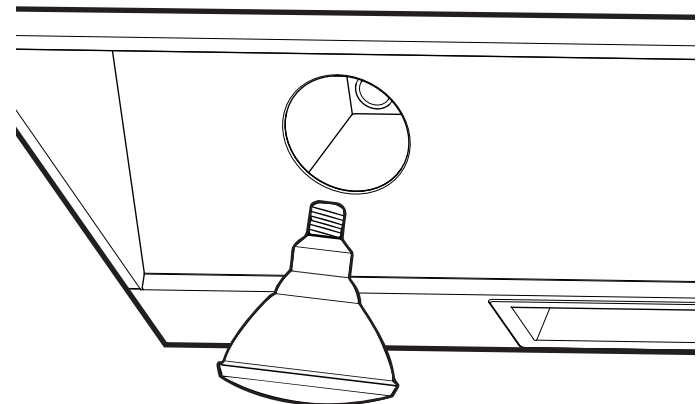

Figure 33 : Remplacement des lampes infrarouges
- Tournez l'ampoule infrarouge dans le sens horaire pour l'installer (Figure 33).